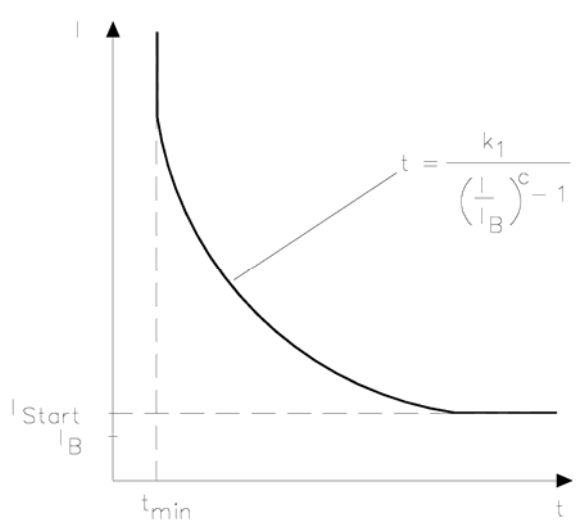

Рис. 3.31. Максимально-токовая защита с ограниченно-зависимой характеристикой срабатывания ($I = 3 I_0$)
- характеристика отключения по Британскому Стандарту 142 (см. Рис. 3.31):